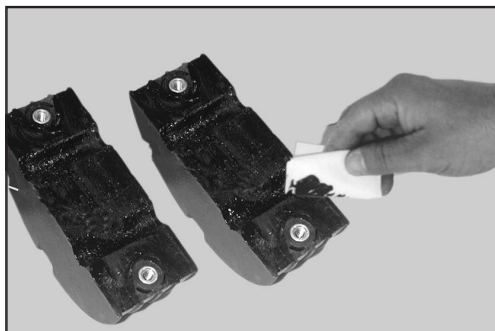

Figura 17
5.3 Retire o excesso de selante com o papel protetor que cobre a fita de bandagem (figura 17).